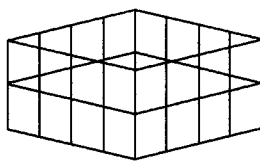

图3 加强筋网
(1) 为保证砂型在造型翻转、吊运和浇注时有足够的强度,我们用 $\phi 8\text{mm}$ 钢筋制作了一个加强筋网,如图3所示。